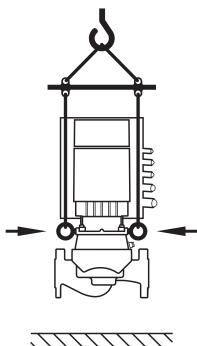

Fig. 8: Транспортировка насоса
- Транспортировка насоса должна выполняться с помощью допущенного грузозахватного приспособления (например, полиспаста, крана и т. п.). Закрепление приспособлений должно осуществляться с использованием транспортировочных проушин на фланце электродвигателя (рис. 8, в данном случае: направление поднятия с вертикальным валом электродвигателя).